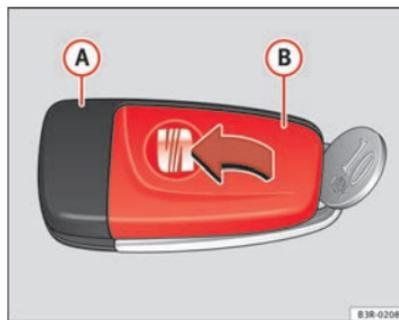

Fig. 69 Chave principal: Abrir a tampa
- Separe **com cuidado**, fazendo alavanca com uma moeda, a parte da chave ⇒ fig. 69 **A** e a tampa **B**.